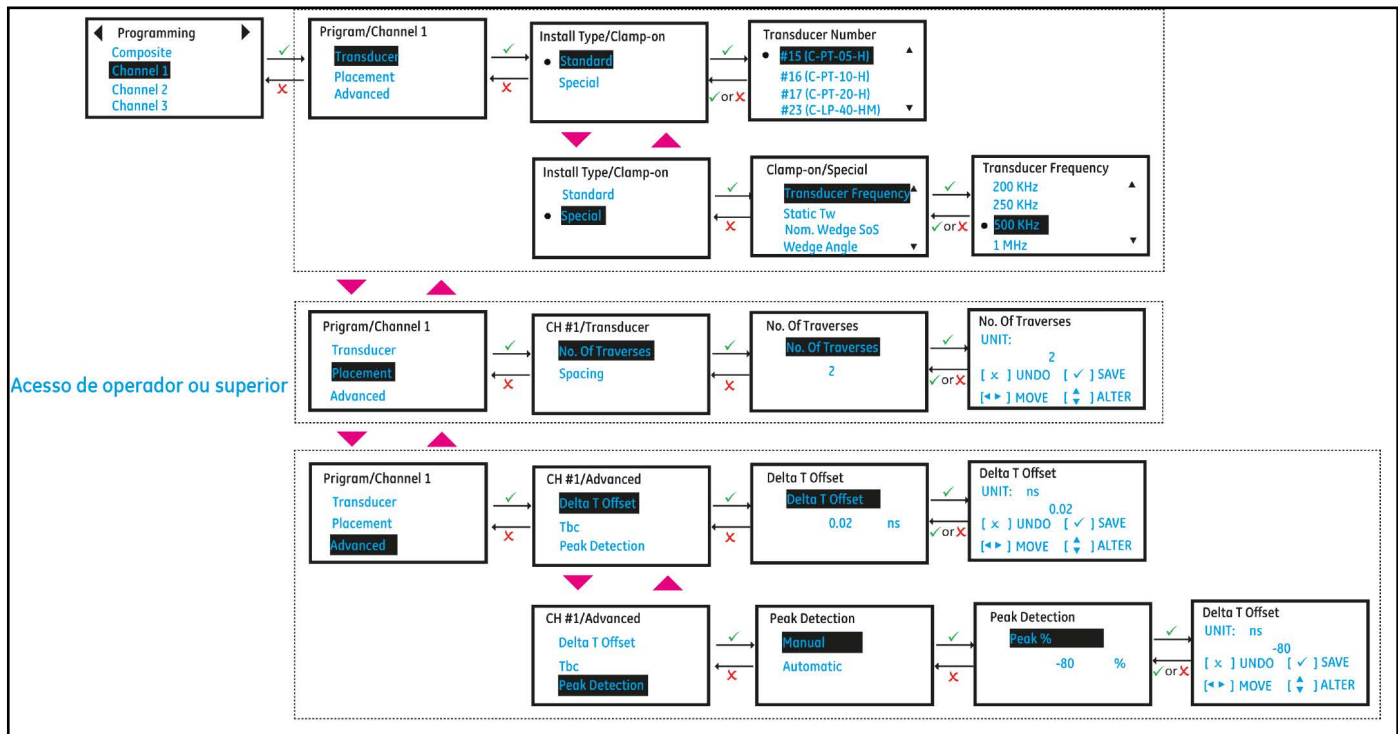

Figura 50: Programação de Canal (Transdutor, Posição e Avançado)
1. Consulte *Figura 50*, selecione **[Posição]** e pressione **[ENTER]**.